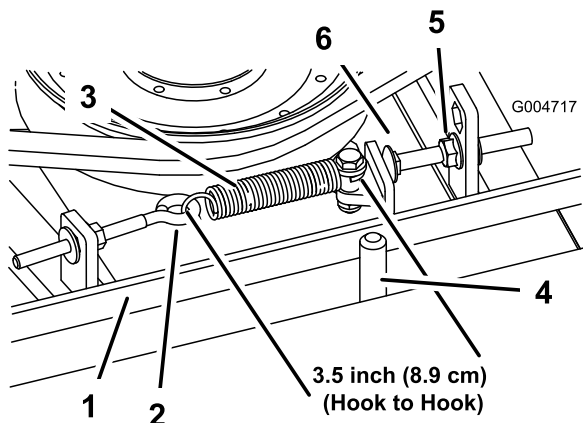

Рисунок 93
и рычагом натяжного ролика оставался зазор 2–5 мм. (Рисунок 93).
Примечание: Убедитесь, что ремень расположен на направляющей ремня со стороны пружины (Рисунок 93).
2. Ослабьте рым-болт, чтобы можно было снять пружину растяжения (Рисунок 93).
3. Ослабьте фланцевую гайку, которая крепит упорный болт к монтажному выступу, и отодвиньте натяжной ролик от ремня, чтобы ослабить натяжение ремня (Рисунок 93).
9. Подсоедините пружину растяжения (Рисунок 93) к рым-болту и натяните ремень следующим образом: